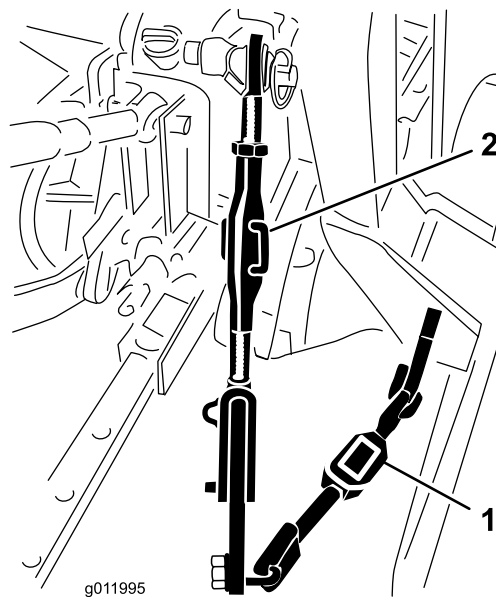

Figura 7
1. Ajuste o interior dos braços de articulação inferiores até ficarem em contacto com as placas de montagem do soprador (Figura 7).
2. Rode o corpo da articulação ajustável (se disponível) para fazer subir ou descer o braço da articulação inferior, até que o soprador fique nivelado lateralmente (Figura 7).